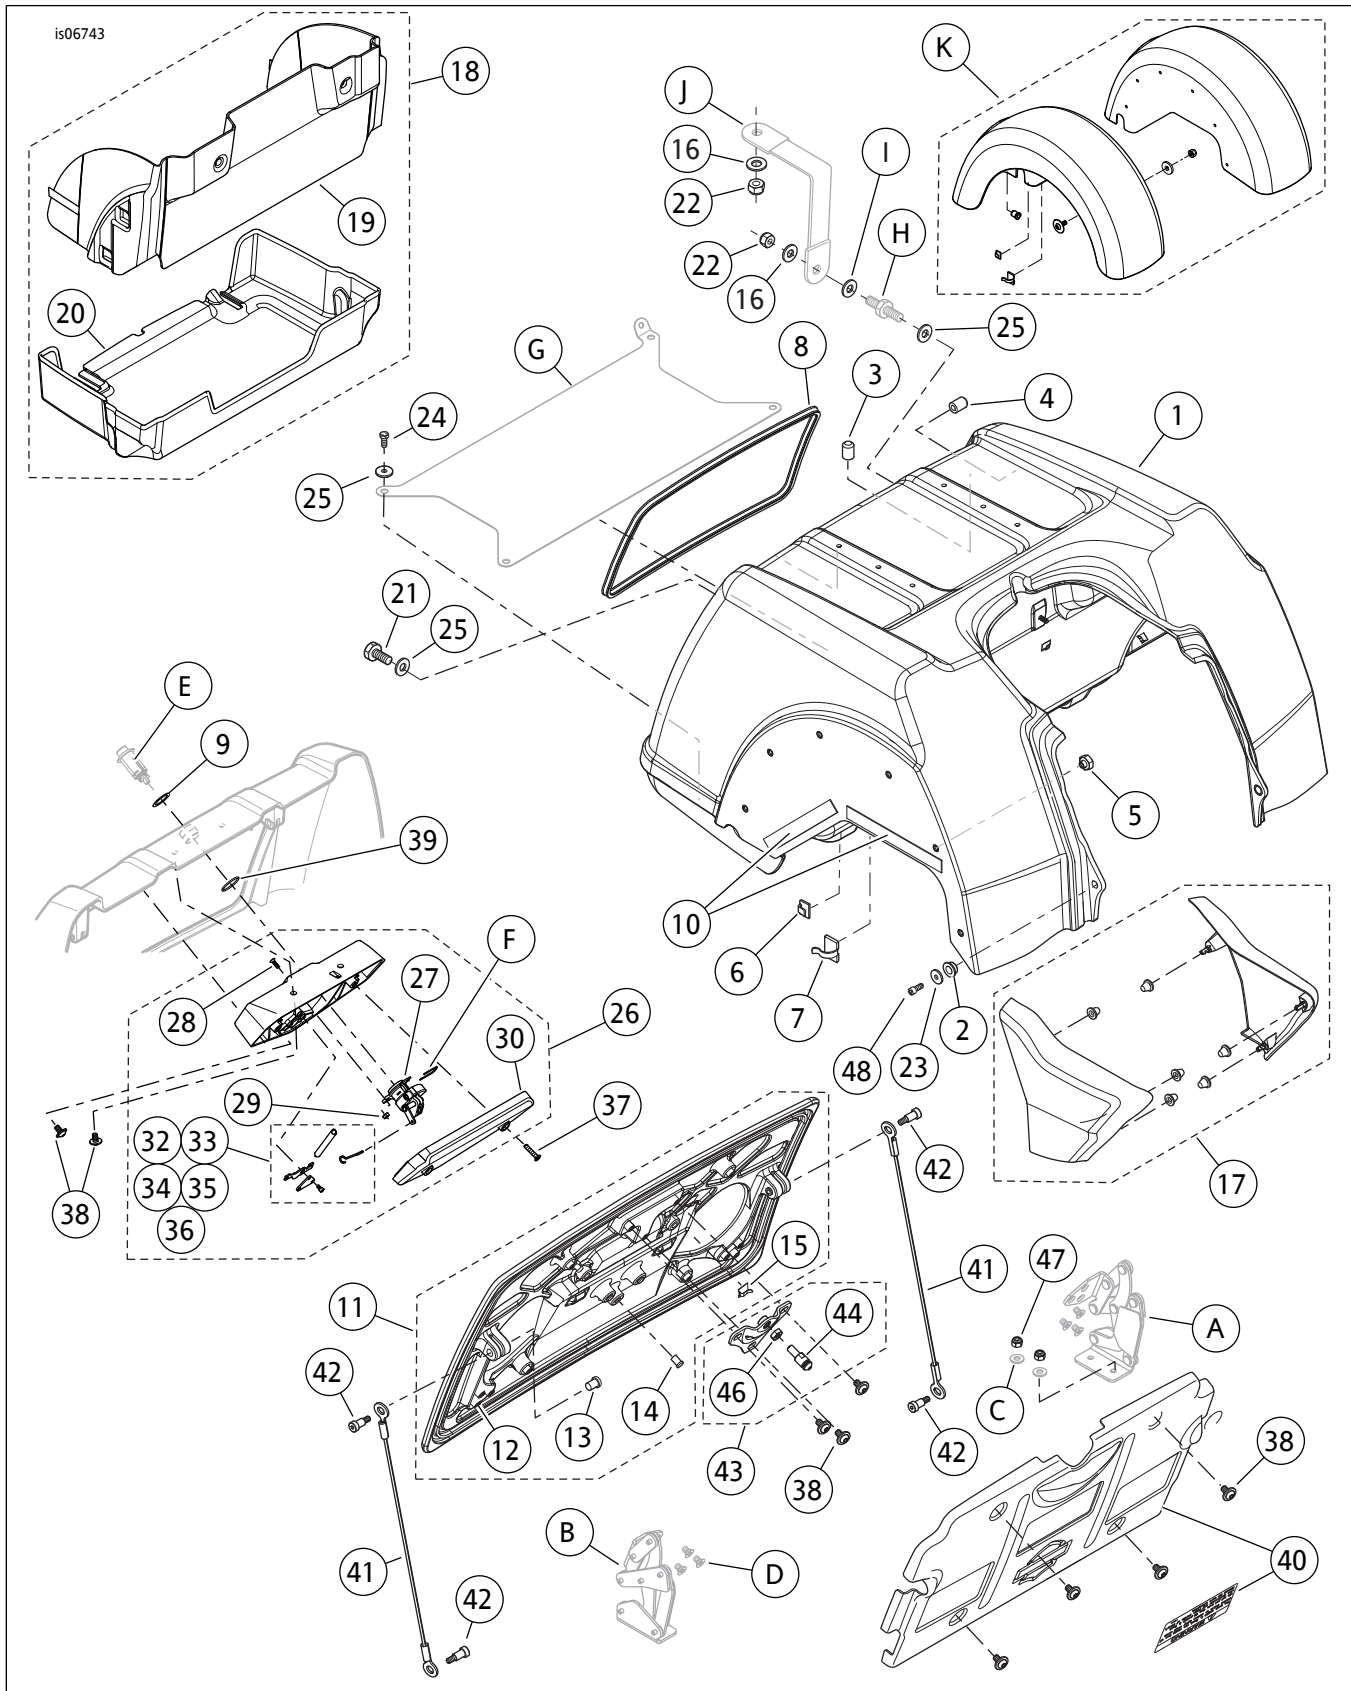

图1。维修零件：Trike更换车身套件
参见图1、表1、表2、表3和表4。
1. 参见图1。遵循后挡板套件(K)中的说明将挡板安装至新车身,以下例外:
1. 参见图1。检查车身上锁开口处的行李箱锁具泡沫密封垫圈(9),如损坏则更换。遵循维修手册中的说明将新锁扣组件(26)安装至车身,下列例外:
1. 参见图1。遵循维修手册中的说明使用两个新螺母(47)和原厂垫圈(C)以及O形环将原厂车牌灯组安装至新行李箱盖组件(11)。
参见图1。拆下原厂侧盖连接五金件,按照套件(17)中的说明书安装新侧盖。
1. 参见图1。安装新的行李箱垂直衬垫和底部衬垫(项目19和20, FLHTCUTG)或原厂行李箱垫子(FLHXXX)。